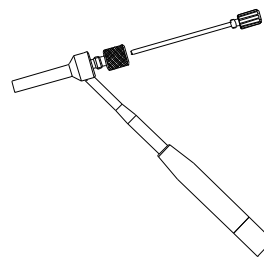

図 1
1) プロテクションスリーブにドリルスリーブ，1.3 ガイドピンスリーブを組み付け，経皮的挿入器を用意します。（図 1）